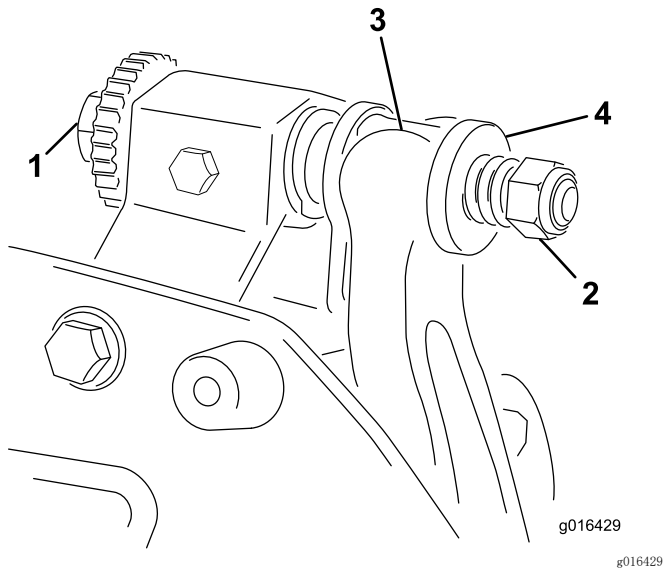

图21
1. 逆时针旋转底刀架调节螺丝，将底刀后撤离滚刀（图21）。
2. 退出弹簧加压螺母，直到垫圈不再对底刀架（图21）施压。
1. 安装底刀架，将安装吊耳固定在垫圈与底刀架调节螺丝之间（图21）。